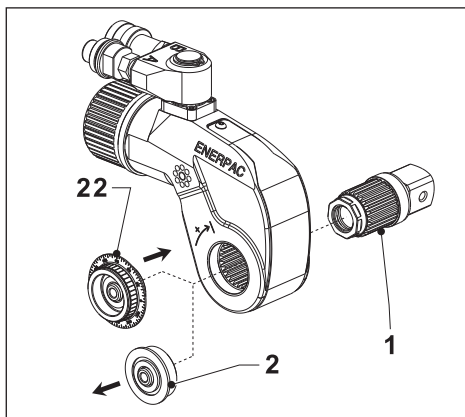

Abb. 13
4.3.5 Verwendung einer Drehwinkelanzeige (Abb. 13, 14 und 15)